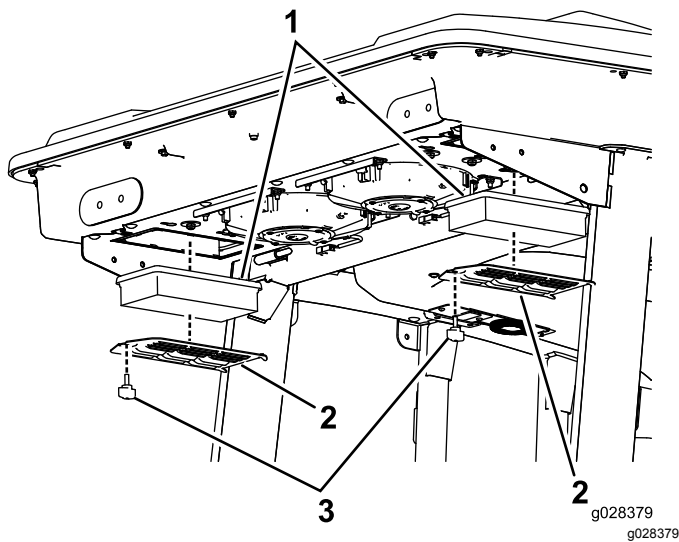
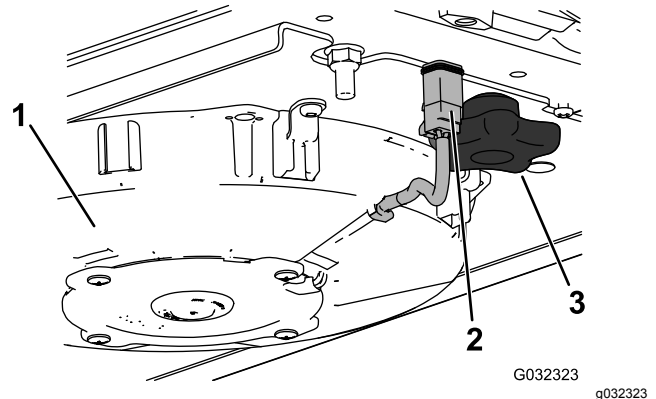
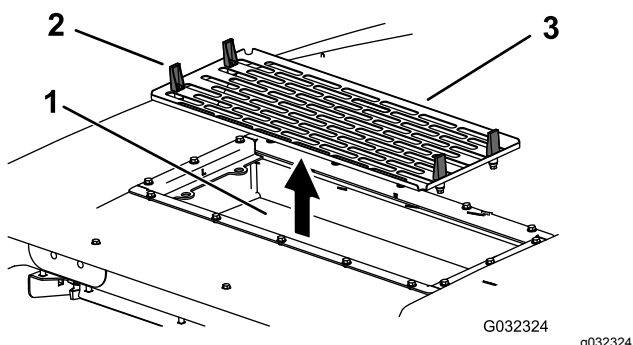

Bild 92
Bild 94
Bild 95
1. Nehmen Sie die Schrauben und Gitter von den internen und hinteren Kabinenluftfiltern ab (Bild 91 und Bild 92).
5. Entfernen Sie die Luftfilter (siehe Bild 92).
7. Bauen Sie Luftfilter, Gitter und Klimaanlage wieder ein (Bild 92, Bild 94 und Bild 95).
8. Schließen Sie das Kabel jedes Lüfters an (Bild 94).